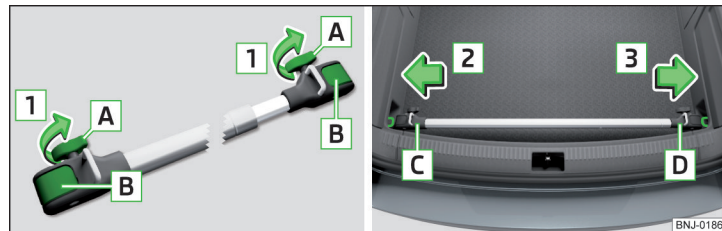

Рис. 105 Монтаж поперечної опори: відкрутіть гвинти і розблокуйте кріплення/встановіть поперечну опору на вушка кріплення
- Для **встановлення** повністю відгвинтіть гвинти **A** в напрямку стрілок **1** і частково витягніть. Кріплення **B** розблоковуються » Рис. 105.